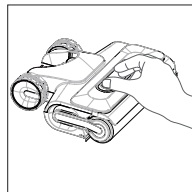

Abb. 12 – Abdeckung entfernen
- ▶ Nehmen Sie die Abdeckung der Mikrofaserrolle ab, indem Sie die beiden Entriegelungstasten auf der Oberseite zusammendrücken und die Abdeckung nach oben abziehen (**siehe Abb. 12**).